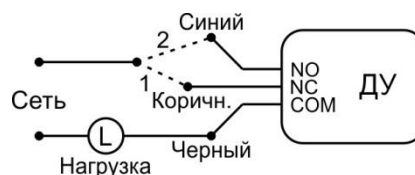

Рис. 4. Включение ДУ серии FS
3. Пропустите кабель через отверстие в грузе и включите ДУ последовательно с нагрузкой согласно рис. 4, 5.